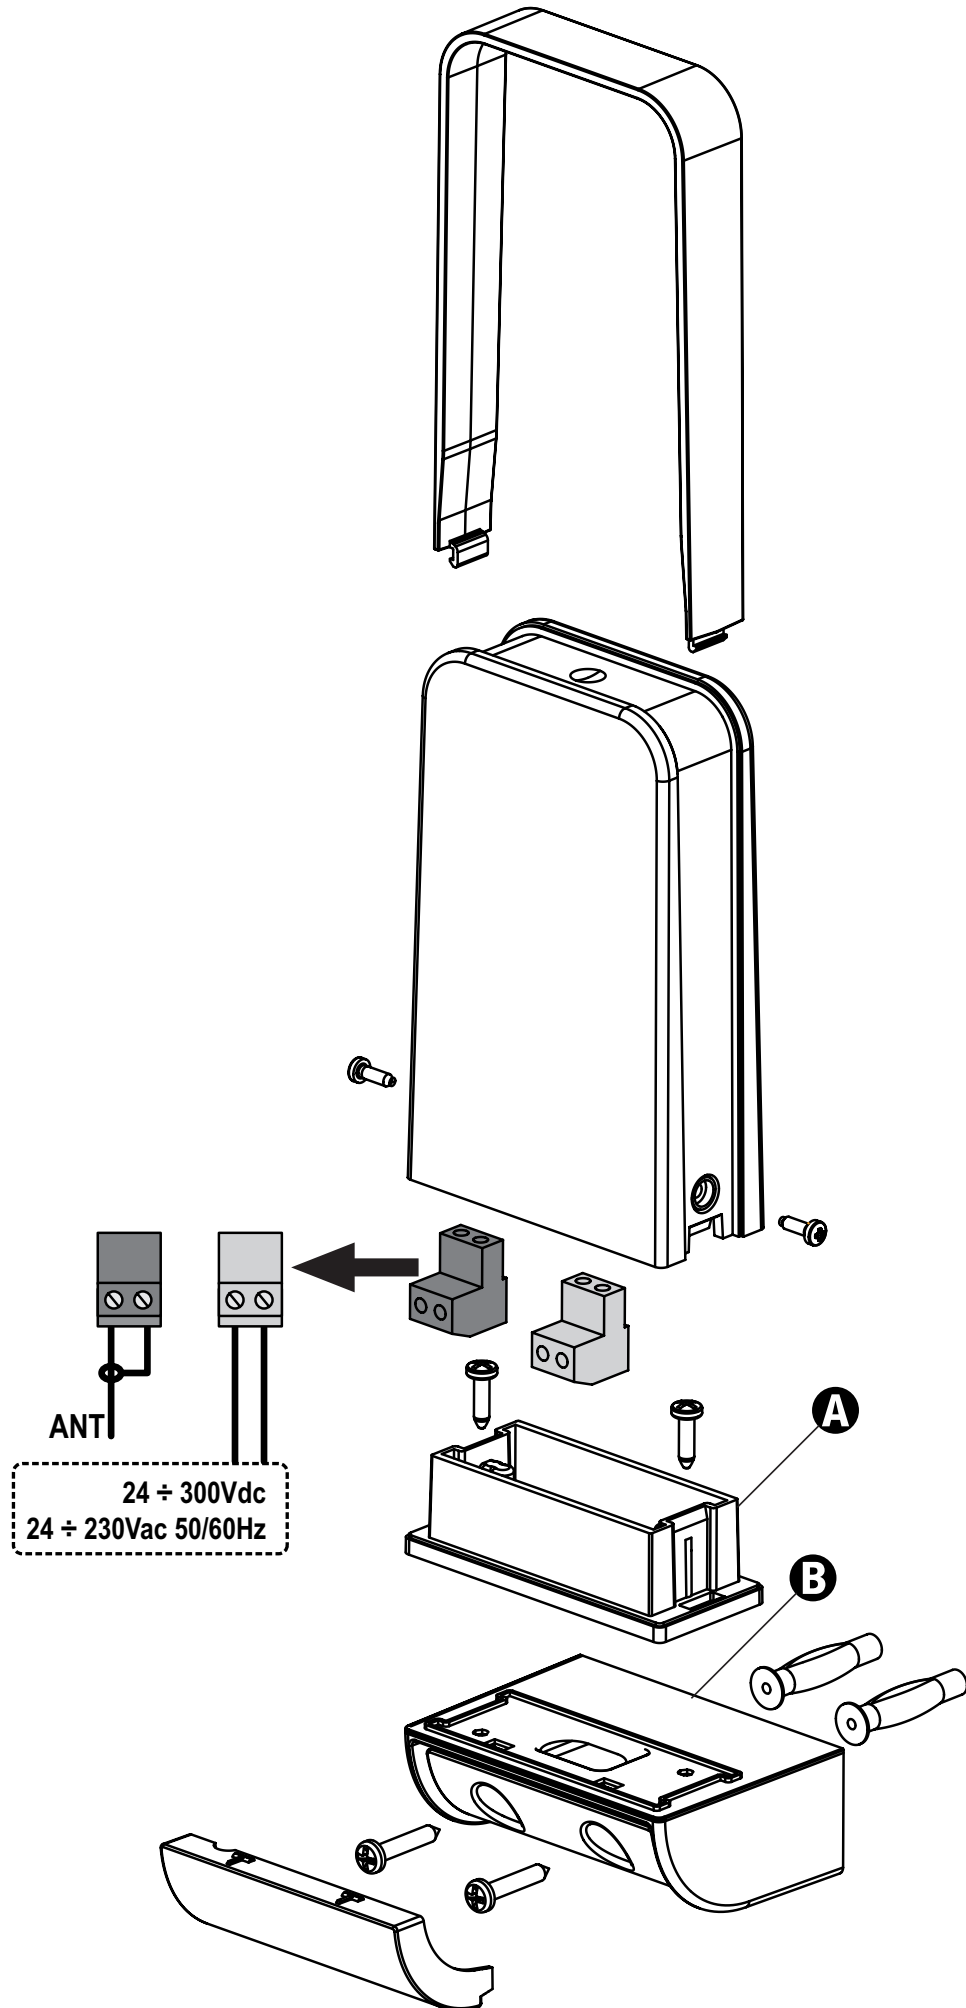

Fig. 1
Dimensioni	136 x 82 x 35 mm (Fig. 1) 167 x 82 x 60 mm (Fig. 2)
1. Definire i punti previsti per l'installazione, tenendo conto che è necessario fissare il lampeggiante su una superficie lineare e piana e che il dispositivo può essere installato unicamente nella posizione verticale (Fig. 1 - 2)
3. Aprire il contenitore del lampeggiante e utilizzare la base **A** per la tracciatura dei fori di fissaggio se si installa il lampeggiante su un piano orizzontale (Fig. 1); utilizzare il particolare **B** se si installa il lampeggiante su una parete verticale (Fig. 2).
Dimensions	136 x 82 x 35 mm (Fig. 1) 167 x 82 x 60 mm (Fig. 2)
3. Open the case of the flashing light and use the base **A** to mark the fixing holes if the flashing light has to be installed on an horizontal surface (Fig. 1); use the piece **B** if the flashing light has to be installed on a vertical surface (Fig. 2)